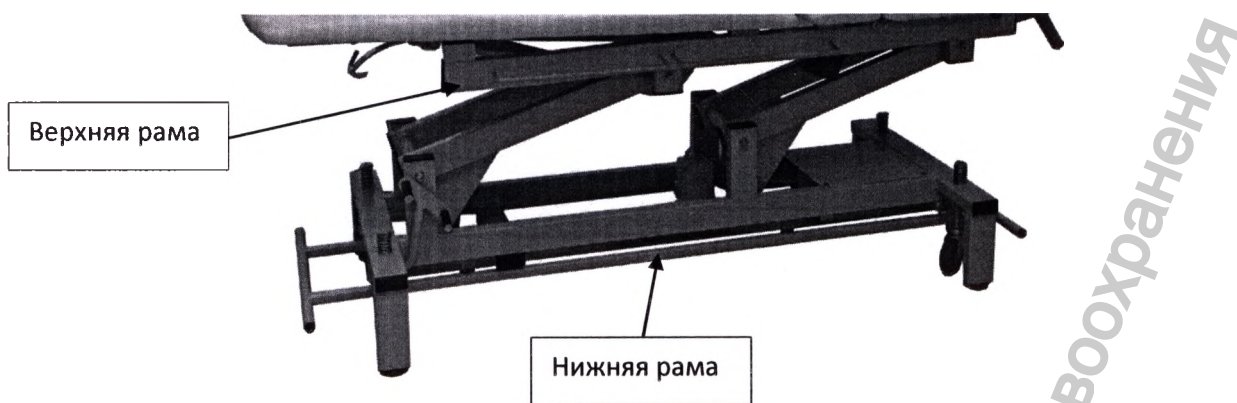

Рисунок 2 – Верхняя и нижняя рамы стола
4. Верхняя рама стола представляет собой плоскость для крепления ложа стола (см. рисунок 2).